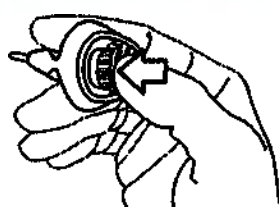

Рисунок 12.
5. Разблокировать фиксатор, продвинув его в направлении, указанном стрелками (рисунок 12 и 13).